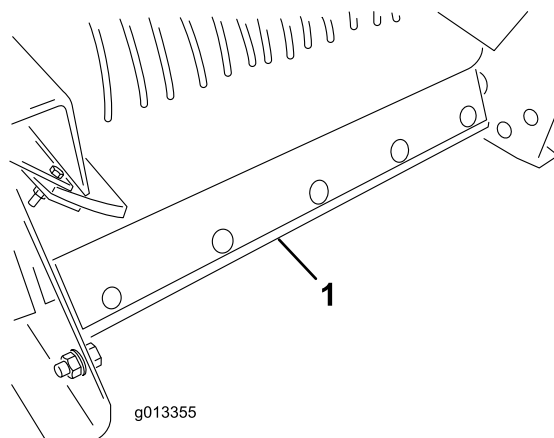

Figura 56
- Staccate il gruppo raschiatore di pulizia del nastro dalla parte posteriore della macchina (Figura 56).